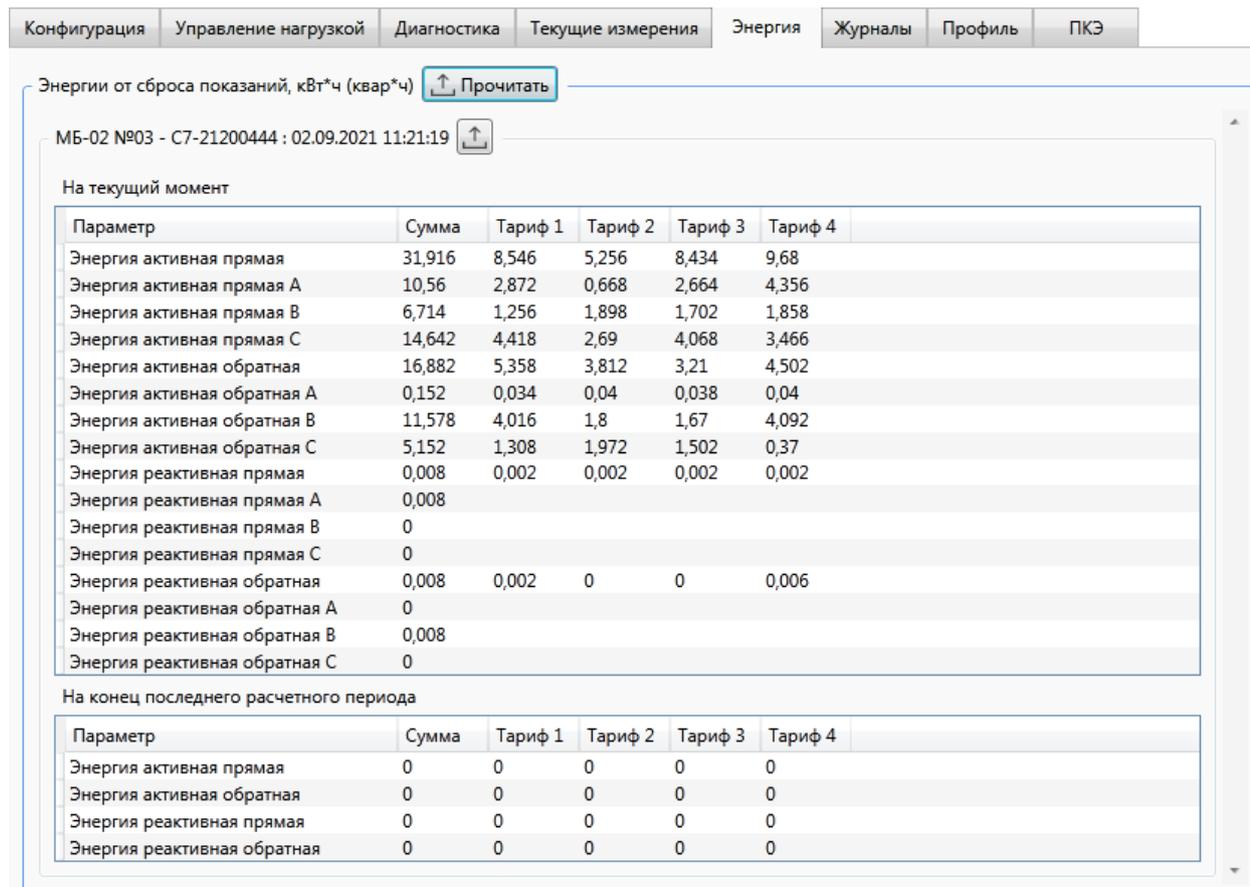

Рисунок 9.39 – Просмотр накопленной энергии
9.7.3.1 Для просмотра накопленных счетчиком значений энергии необходимо перейти на вкладку *Энергия* окна параметров программы КОНФИГУРАТОР и нажать кнопку *Прочитать* (рисунок 9.39).